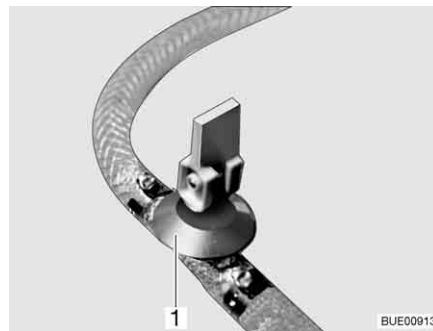
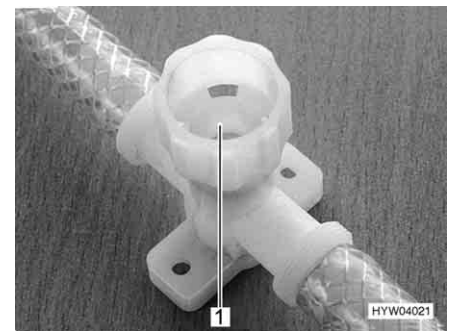

Fig. 237 Rubinetto di scarico (con leva a bilancere)
Fig. 238 Rubinetto di scarico (con tappo a vite)
- Aprire tutti i rubinetti di scarico. Mettere la leva a bilanciere del rubinetto di scarico (Fig. 237,1) in posizione verticale o chiudere il coperchio del rubinetto di scarico (Fig. 238,1) in senso antiorario.